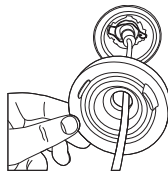

Figura -5
- Monte a junta na lâmpada LED4 e certifique-se de que está na posição correcta tal como indicado na figura 5.